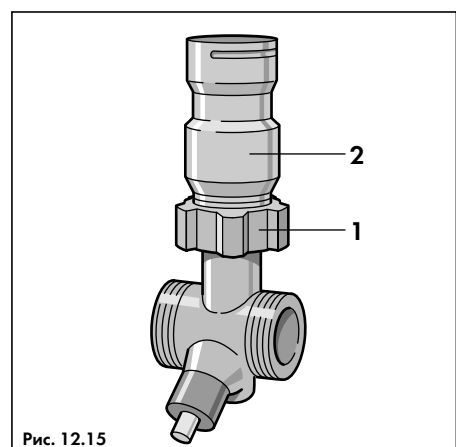

Рис. 12.15
- Раскрутить резьбовое соединение (1, рис. 12.15) и снять байпас (2, рис. 12.15);